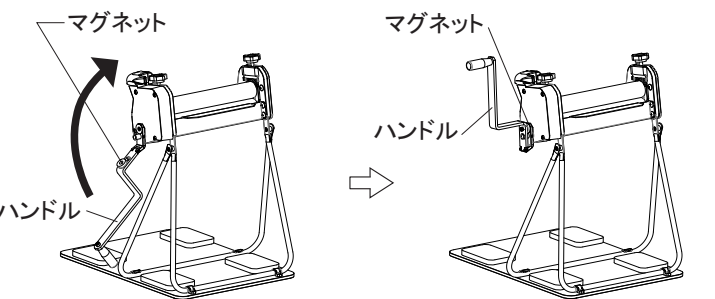

図7
4. 図7のように状態を起こし、ハンドルを固定します。ハンドルのつけねの部分は、マグネットになっていますので矢印のようにハンドルを手前から持ち上げるように半回転させてカチッと固定させてください。